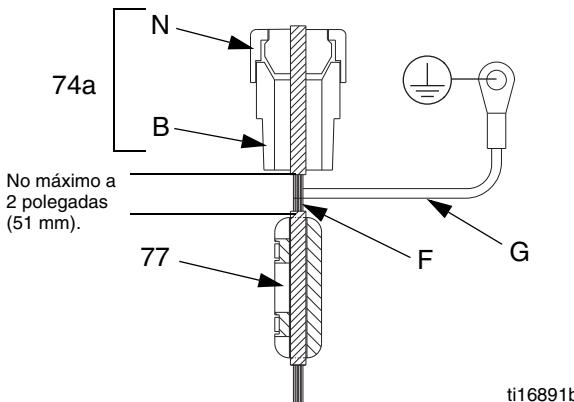

FIG. 13. Cabo de campo do circuito IS
19. Rosqueie o cabo do IS de campo e sua blindagem prensa cabo condutor (74a) e ligue-os a J3 e J2. Consulte a FIG. 13 e o **Diagramas Elétricos**, na página 10.
20. Consulte a FIG. 13. Aperte firmemente a porca (N) no prensa cabo condutivo (74a). Instale o ferrite (77) cabo do campo (F), a no máximo 2 polegadas (51 mm) do final do prensa cabo condutivo (74a). Instale o cabo terra no parafuso de aterramento na caixa de junção.
21. Instale uma nova junta (33), a tampa (34), e os seis parafusos (12).
22. Remova a etiqueta antiga (L) da tampa da placa de circuito (34). Coloque a nova etiqueta (L) na tampa.
23. Calibre o transdutor, inserindo as informações encontradas na nova etiqueta (L):
24. Reinstale a tampa (32) com dois parafusos (12).